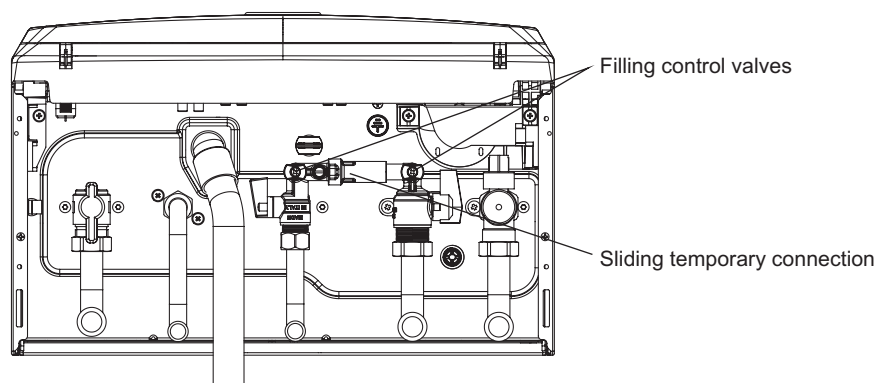

Fig. 3.6
3.8 FILLING THE CENTRAL HEATING SYSTEM - Fig. 3.6